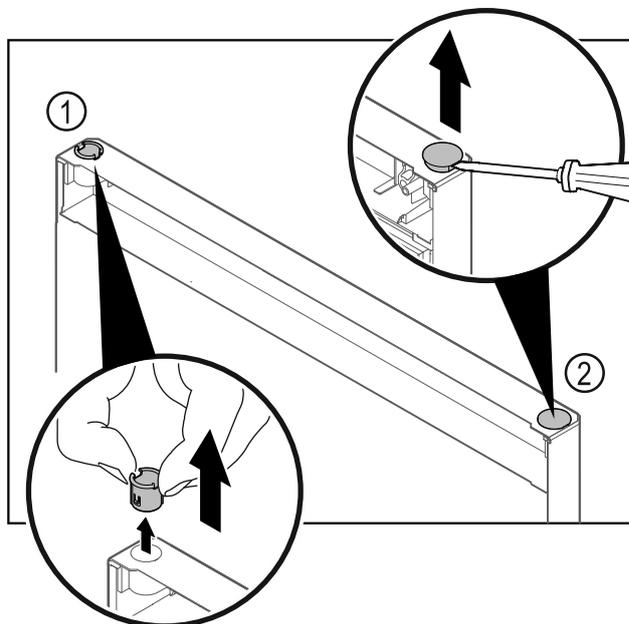

Fig. 27
- Retirer la bague Fig. 27 (1) avec les doigts.
- Soulever délicatement le bouchon Fig. 27 (2) avec un tournevis plat et le retirer.